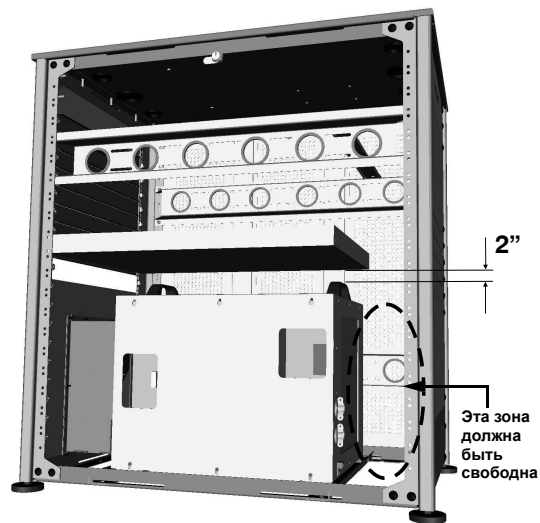

Рис. 2-4
- г. Расположите воздуховод непосредственно за LPS, чтобы направить поток воздуха изнутри модульной стойки наружу. **ОСТОРОЖНО!** Во избежание нарушения циркуляции воздуха не устанавливайте никакие компоненты перед источником питания лампы. См. **Рис. 2-4**.
- j. Для удобства технического обслуживания остальные компоненты в модульной стойке должны находиться на расстоянии не менее 5 см над ручками LPS. См. **Рис. 2-4**.